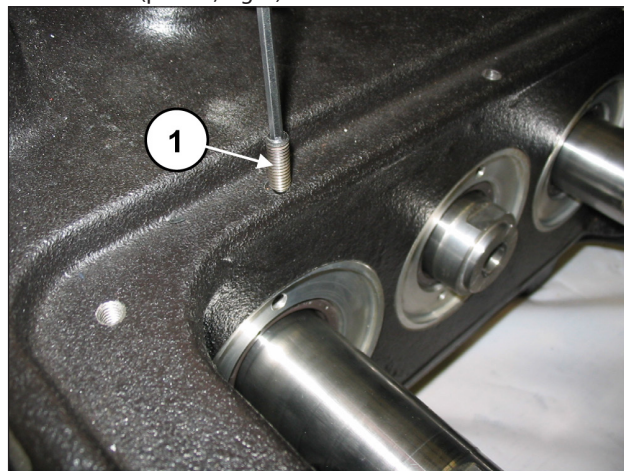

Fig. 3
Aflojar los tornillos prisioneros de bloqueo M6 de las tres tapas de retención (pos. ①, Fig. 3).